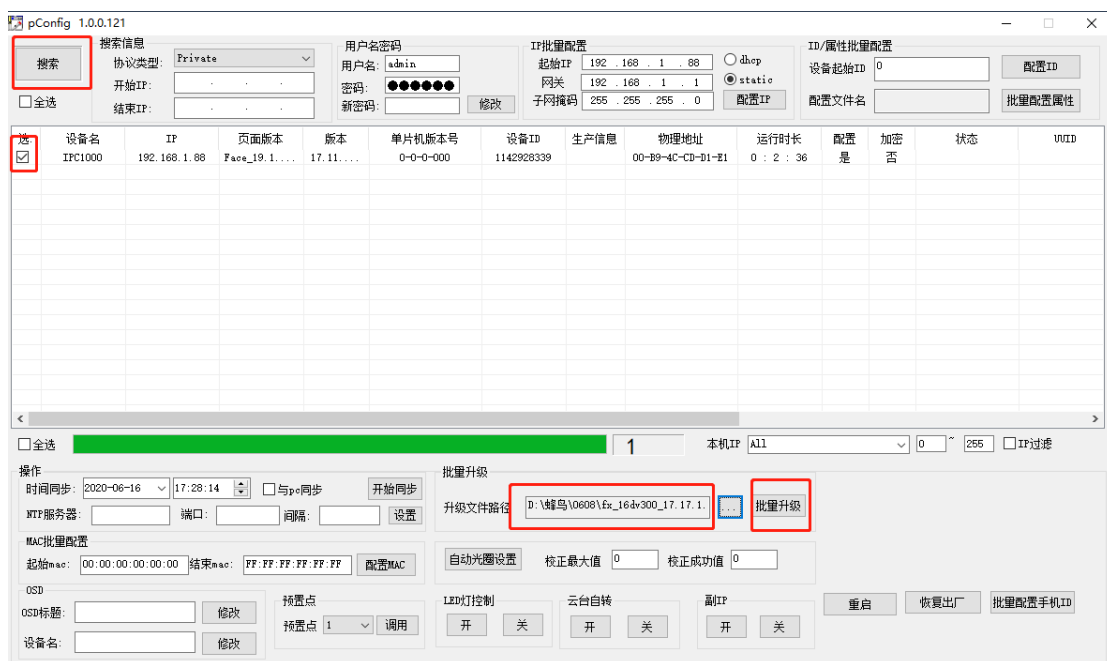

图 5
- 如果希望进行升级，需要选中对应升级的设备和升级文件进行升级，升级完，进行恢复出厂设置（人脸库数据不会丢失）后断电重启，在进行按照第 4 步骤的操作。如图 5。